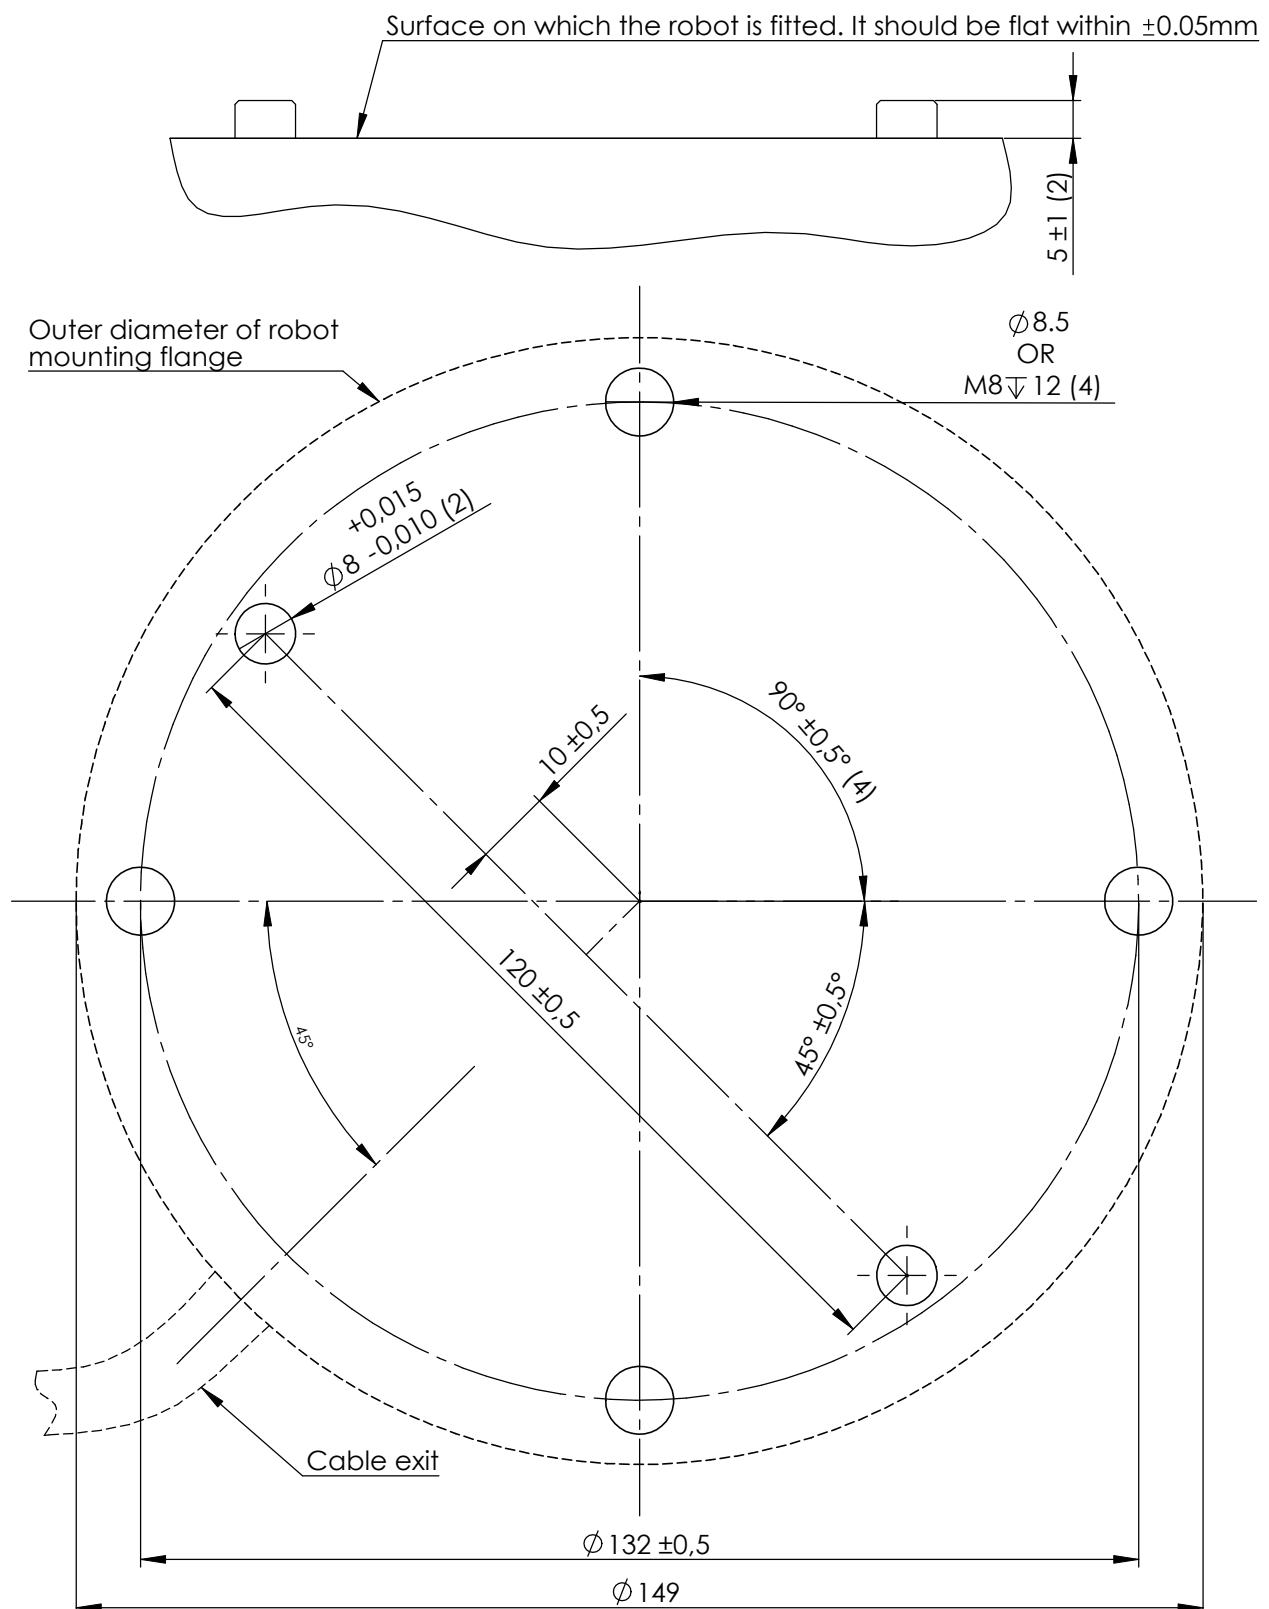

Abbildung 3.1: Löcher zur Montage des Roboters. Verwenden Sie vier M8-Schrauben. Alle Maßangaben sind in mm.
**Roboterarm** Der Roboter wird mithilfe von vier M8-Schrauben montiert. Hierzu werden die vier 8,5 mm-Löcher im Roboterunterteil eingesetzt. Es wird empfohlen, diese Schrauben mit 20 N m Drehmoment festzuziehen. Wenn eine sehr genaue Verlegung des Roboterarms angestrebt wird, werden zwei Ø8-Löcher zur Verwendung mit einem Stift geliefert. Darüber hinaus ist ein genaues Gegenstück des Unterteils als Zubehörteil verfügbar. Abbildung 3.1 zeigt die Stelle, an der die Löcher zu bohren und die Schrauben zu montieren sind.